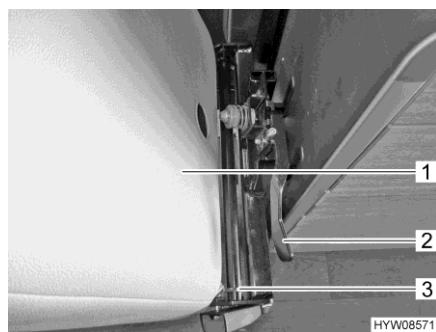

Fig. 10 Sbloccaggio dello schienale
- Premere la leva (Fig. 10,2) in avanti.
- Inclinare lo schienale (Fig. 10,1) in avanti.
- Sfilare lo schienale dai blocchi (Fig. 10,3) tirandolo verso l'alto.